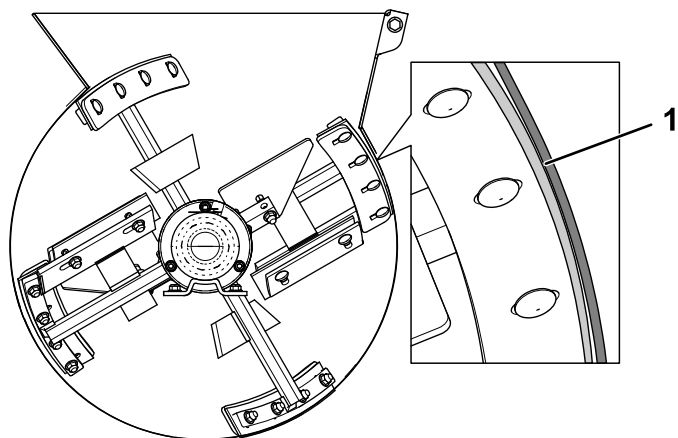

Figura 73
5. Ajuste la posición de la escobilla para que toque ligeramente el tambor sobre el largo de la escobilla (Figura 73).